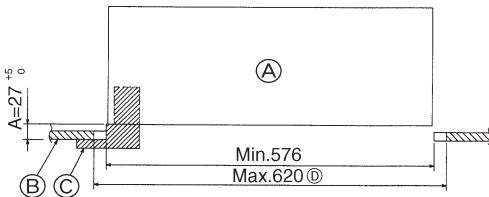

Fig. 8-2
8.2. Préparation avant d'attacher la grille (Fig. 8-2)